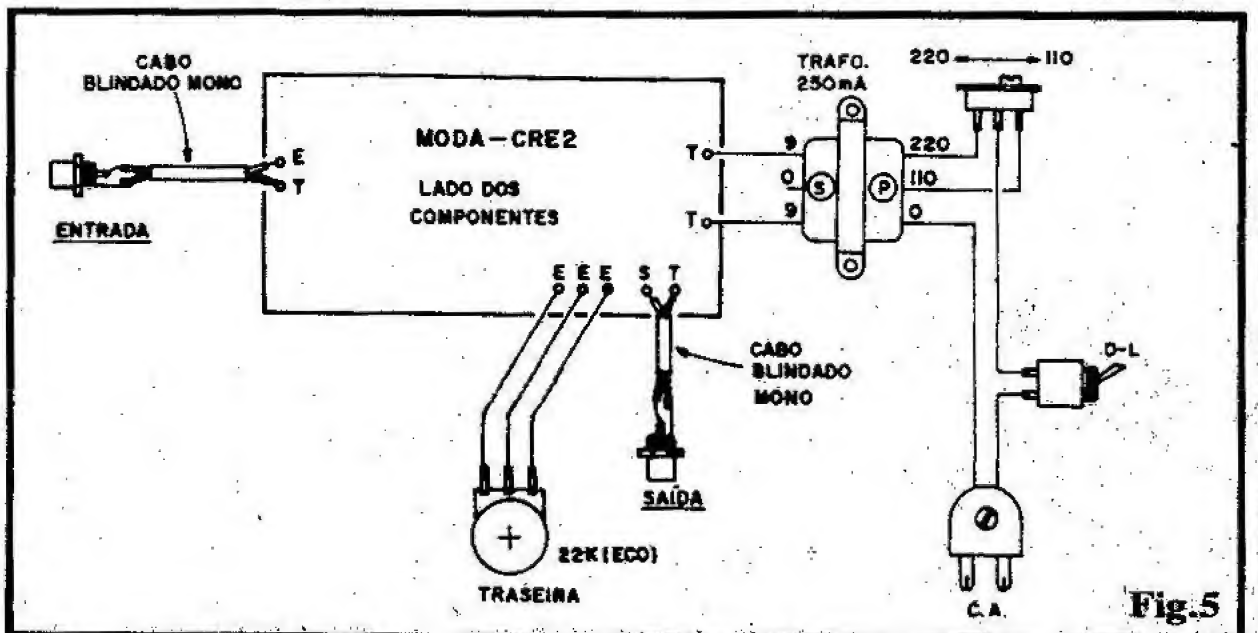

Fig.5
- **FIG. 5 - CONEXÕES EXTERNAS À PLACA** - São simples as ligações da alimentação, acessos e controles, feitas com peças e componentes situados fora da placa. A figura mostra em detalhes, todas essas conexões, cujos pon-